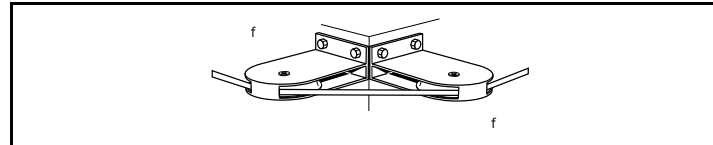

Abb. 3: Umlenkung um Ecken
- Beim Umlenken des Seiles um Ecken je 1 Spannrolle f auf beiden Seiten der Ecke montieren (Abb. 3).